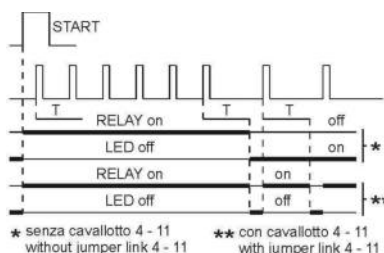

Fig.2
**CON CAVALLOTTO 4-11** (senza memoria del rallentamento). Quando si verifica il rallentamento degli impulsi, il relè cade, ma si rieccita all'arrivo di altri impulsi; continua cioè a "vedere" gli impulsi (vedi fig.2).
**WITH JUMPER LINK 4-11** (without the memory of the slow down). When the pulses slow down, the relay changes over, but it goes on again when new pulses come (fig.2).